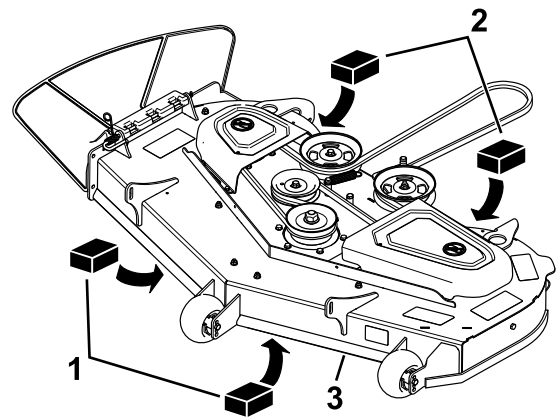

Figura 75
4. Coloque dos bloques de 6.6 cm (2 $\frac{5}{8}$ " de grosor debajo de cada lado del borde delantero de la carcasa, pero no debajo de los soportes de los rodillos protectores del césped (Figura 75).
5. Coloque dos bloques de 7.3 cm (2 $\frac{7}{8}$ " de grosor debajo del borde trasero del faldón de la carcasa de corte, uno en cada lado de la carcasa de corte (Figura 75).